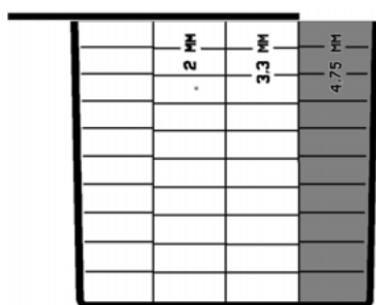

Figure 6.5 - Exemple de remplissage de compteur
- Remplissez le compartiment dont le tamis a les mailles les plus larges et maintenez les autres compartiments fermés à l'aide du couvercle (*figure 6.5*) ;